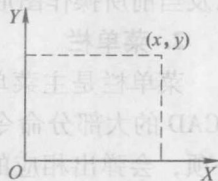

图 1-3 坐标系
(1) 世界坐标系 世界坐标系 (WCS) 由两两互相垂直的三根轴线构成， $X$  轴为水平方向， $Y$  轴为铅垂向上， $Z$  轴为垂直于  $XY$  平面向外，三条轴的方向符合右手定则，三条轴的交点是坐标系原点， $XY$  平面是绘图平面，如图 1-3 所示。